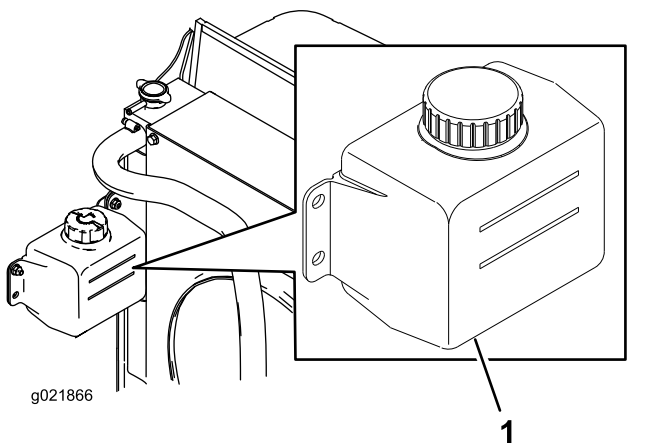

Bild 30
- Prüfen Sie den Kühlmittelstand im Ausdehnungsgefäß (Bild 30).